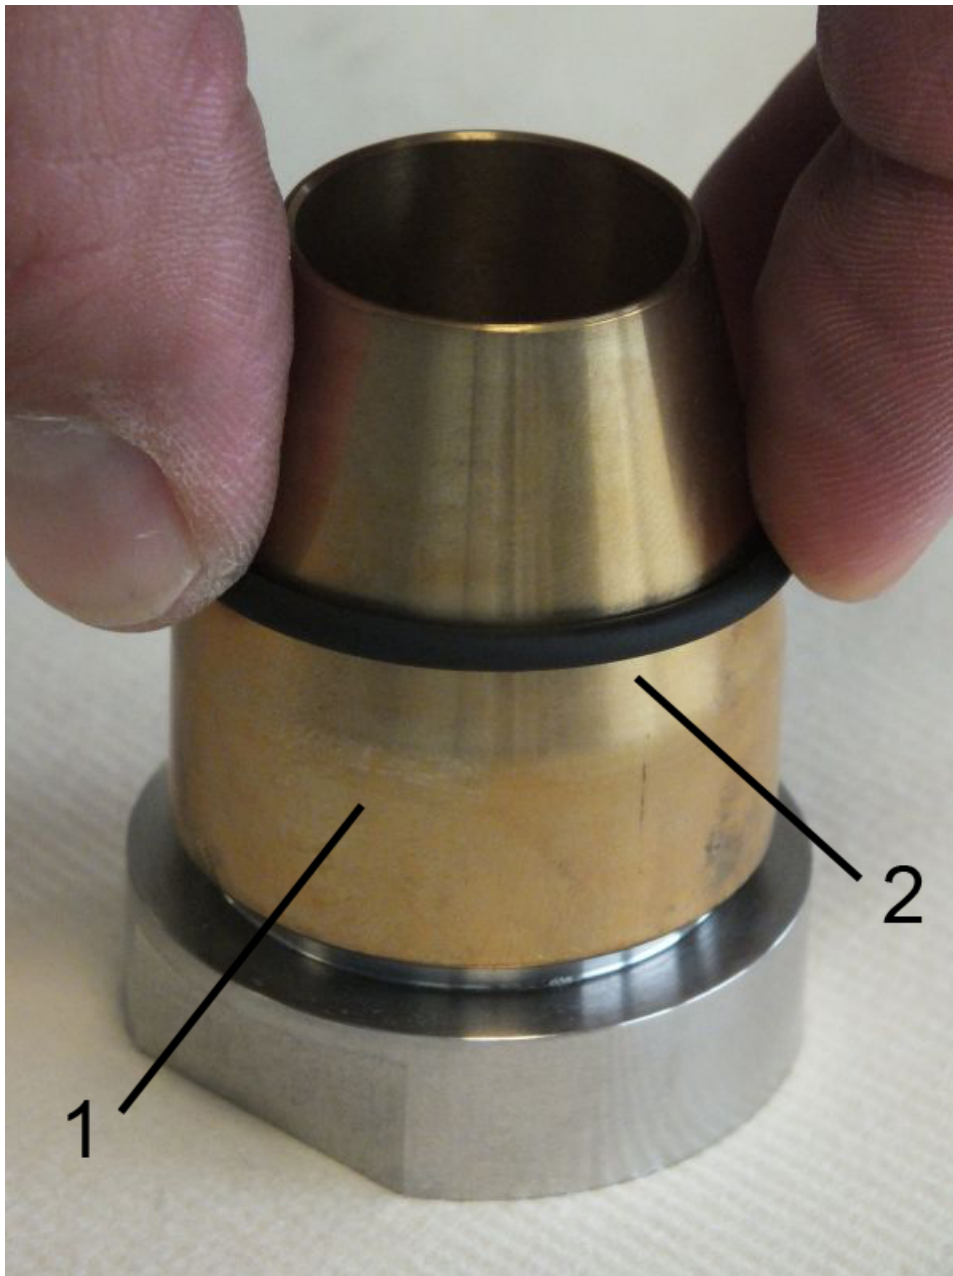

Abb. 48: O-Ring (Dichtung)
1. ➤ O-Ringe (Abb. 48/2) mit Hilfe des O-Ring Montagewerkzeuges (Abb. 48/1) auf beide Verschraubungen (Eingang/Ausgang) aufziehen, so dass diese im O-Ringsitz der Verschraubungen sitzen (Abb. 49/1). Dabei darauf achten, dass die O-Ringe nicht überdehnt werden